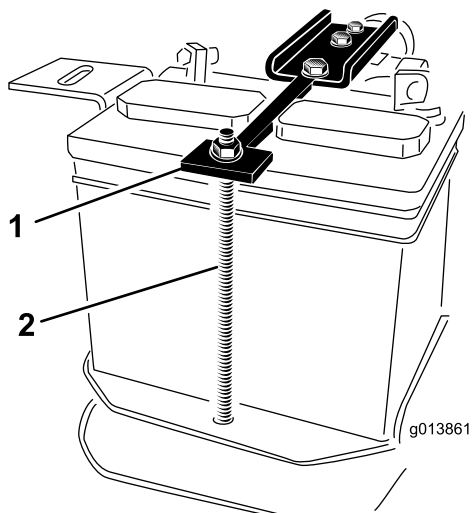

Figure 4
1. Boulon de montage (2)
4. Retirez les 2 écrous qui fixent en place les barrettes de maintien de la batterie et mettez les écrous, les rondelles et le tube de boulon de côté (Figure 4).